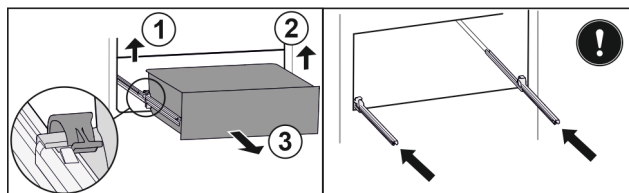

Fig. 137
- ▶ Podignite lijevu stezaljku i istovremeno izvucite ladicu lijevo prema naprijed. Fig. 137 (1)
- ▶ Podignite desnu stezaljku i istovremeno izvucite ladicu desno prema naprijed. Fig. 137 (2)
- ▶ Izvadite ladicu prema naprijed. Fig. 137 (3)